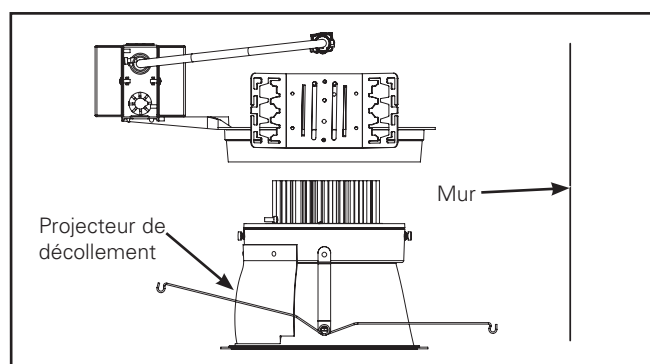

Figure 9.
7. Consultez l'illustration (option de projecteur mural uniquement) (Figure 9.).